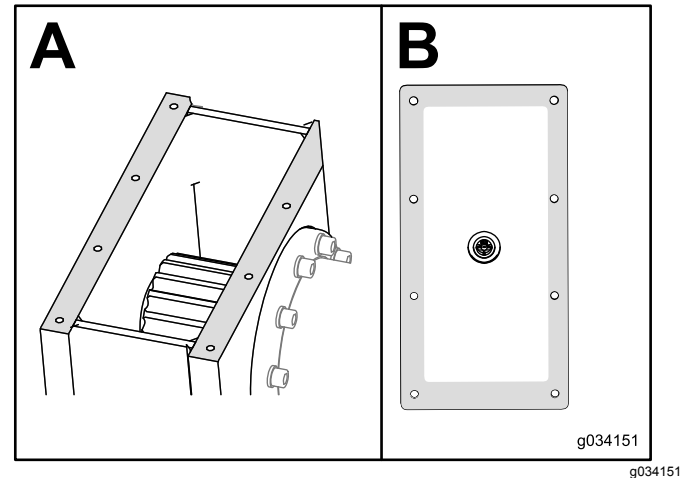

**Bild 108**
9. Entfernen Sie das Dichtungsmittel am Getriebe und an der Abdeckung (Bild 108).
10. Tragen Sie neues RTV-Dichtungsmittel (KFZ-artig) um die Kanten der Abdeckung auf (Abschnitt B in Bild 108).